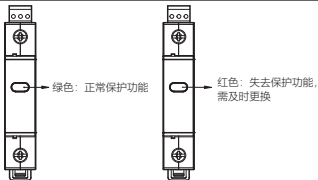

图5 状态指示
5.1 安装使用前先检查电涌保护器标志与所使用的工作条件是否相符；电涌保护器状态指示，如下图5。